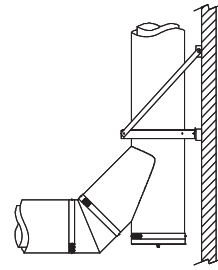

Figure 12 - Changement de direction à 90° offrant peu de résistance au passage des gaz
- Pour les systèmes dans lesquels la résistance à l'écoulement doit être minimisée, comme dans le cas des échappements de moteur ou de turbine, il est suggéré d'utiliser un té à 45°. Il peut être combiné à un coude à 45° pour créer un changement de direction à 90° offrant peu de résistance au passage des gaz (voir Figure 12). Pour supporter ce té, utiliser une méthode similaire à celle utilisée pour un té à 90°.